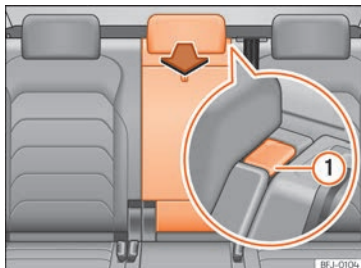

Abb. 129 Rückstuhllehne: Öffnung der Durchladeeinrichtung.
- Entriegelungstaste »» **Abb. 129** ⓘ drücken und Deckel der Durchladevorrichtung nach vorn klappen »» ⚠.